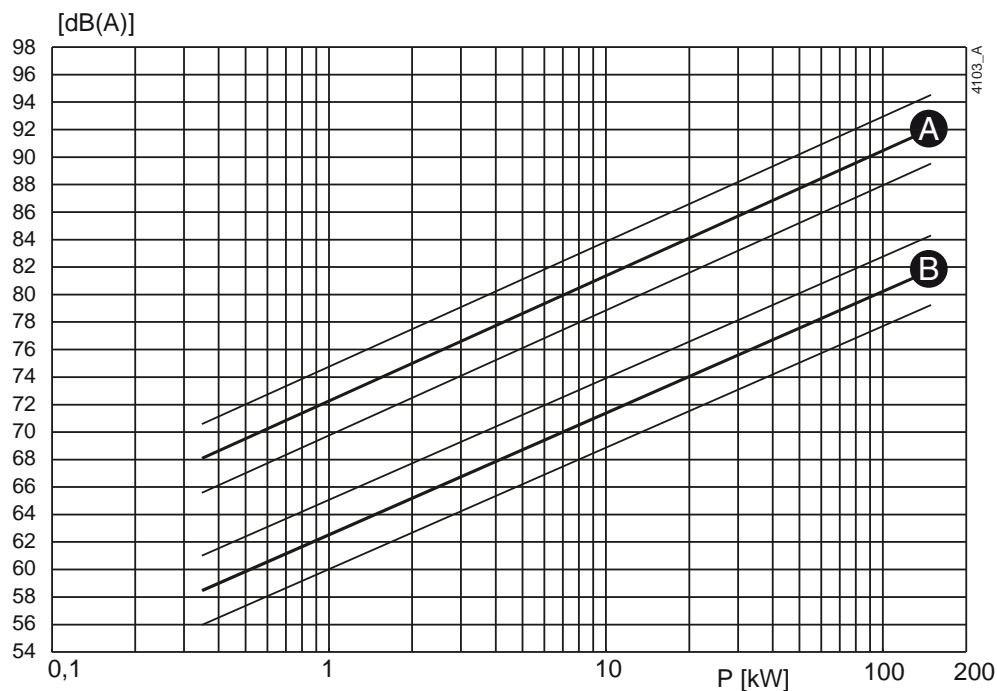
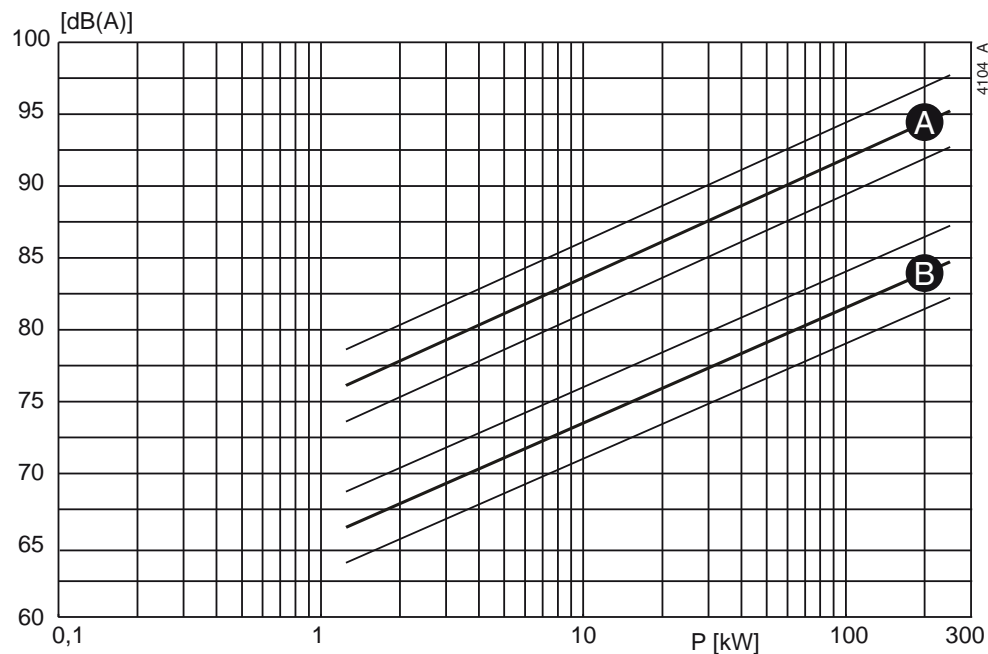

Abbildung 110: Schall als Funktion der Pumpenleistung [kW] bei 1450 min^{-1}
Abbildung 111: Schall als Funktion der Pumpenleistung [kW] bei 2900 min^{-1}
- 1 Um den Schallpegel (L_1) der Pumpe zu bestimmen, siehe Abbildung 110 oder Abbildung 111.